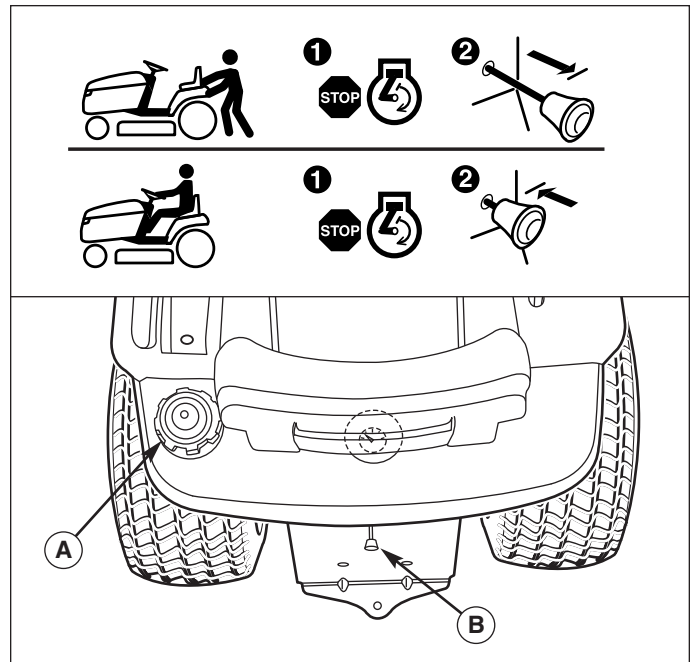

Figure 4. Levier de débrayage de la transmission et réservoir d'essence
1. Retirer le bouchon du réservoir de carburant (A, Figure 4).
2. Tirer le levier de débrayage de la transmission en arrière d'environ 6,4 cm pour le verrouiller en position débrayée (Figure 4).